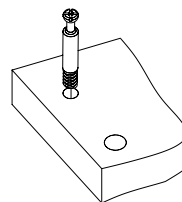
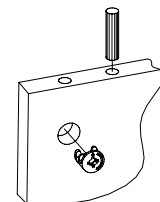
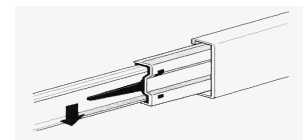

Рис.1
Рис.2
Рис.3
1. Подготовьте детали к сборке. Вкрутите шпильки минификсов в детали 1, 2, 3, 4 и 10 (Рис. 1). Затем вставьте головки минификсов и шкранты в детали 1, 2, 3, 5, 6, 7, 8, 11 и 12 (Рис. 2). С помощью шурупов 3,5x16 прикрутите держатели трубы на детали 4 и 5. Рассоедините телескопы как показано на рисунке (Рис. 3). С помощью шурупов 3,5 x16 прикрутите широкие телескопы на детали 3 и 5.